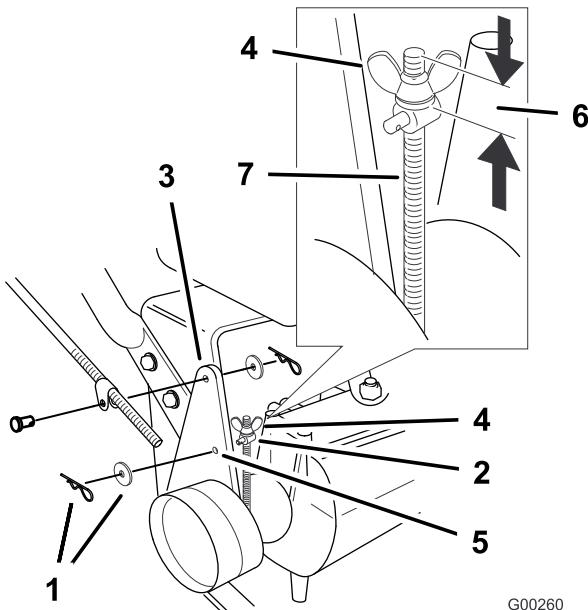

Figura 46
**Nota:** Para el ajuste inicial, ajuste la tuerca de orejeta hasta que se encuentre a 32 mm (1-1/4 pulg.) de la parte superior de la varilla (Figura 46).
5. Para ajustar el freno, retire el pasador de horquilla y la arandela de la palanca del freno y el collar (Figura 46).
8. Instale el collar en el taladro F (Figura 46). Apriete la tuerca de orejeta.
9. Fije el collar a la palanca de freno con la arandela y el pasador de horquilla (Figura 46).